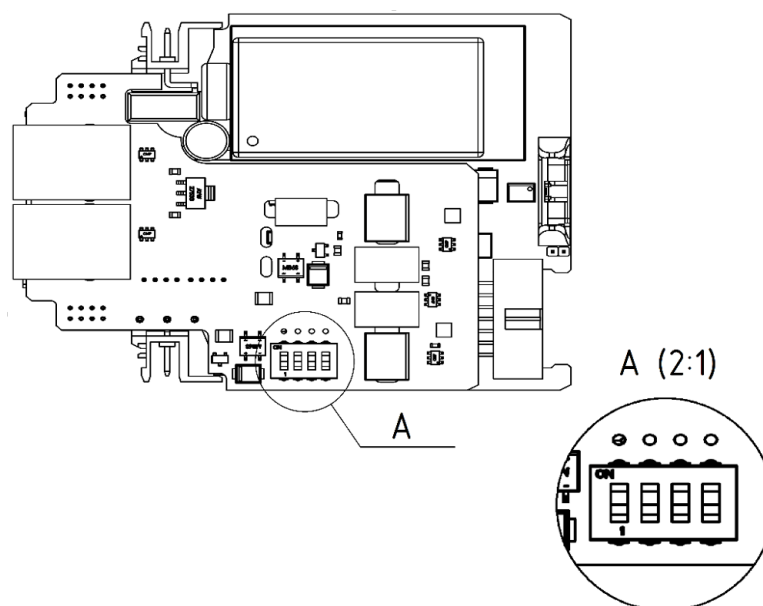

Рисунок 2.1 – Переключатели резисторов смещения
2.4.4 Для устройств MCU-xT2R-x и MCU-xTRC-x, при необходимости подключить смещающие резисторы, необходимо перевести оба движка в положение “ON”. Для отключения в положение “OFF” (Рисунок 2.1). По умолчанию он находится в положении «OFF».